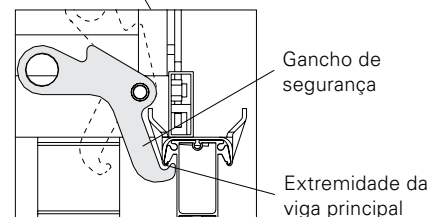

Fig. A9.12b
- A plataforma está adicionalmente segura contra derrube e levantamento. (Fig. A9.12b)